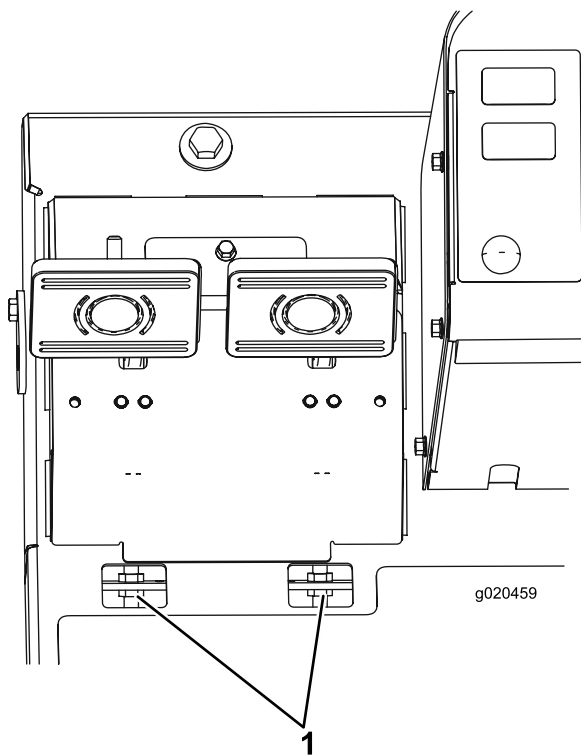

図 68
- B. ブレーキケーブル図 68の端にある前ナットをゆるめる。